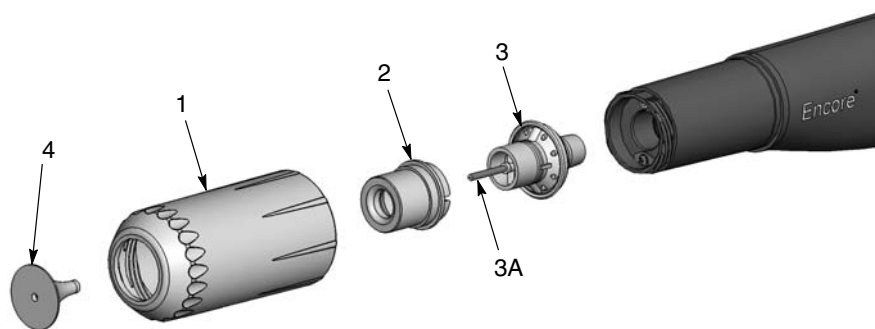

Figura 9 Schimbarea defletoarelor opționale și a duzelor conice
1. Vezi Figura 9. Pentru a schimba deflectorul (4), trageți-l încet de pe ansamblul electrodului (3). Dacă schimbați numai deflectorul, instalați piesa nouă pe ansamblul electrodului, având grijă să nu îndoiiți conductorul electrodului.
2. Pentru a schimba întreaga duză, deșurubați piulița duzei (1) în sens antiorar.
3. Trageți duza conică (2) de pe ansamblul electrodului.